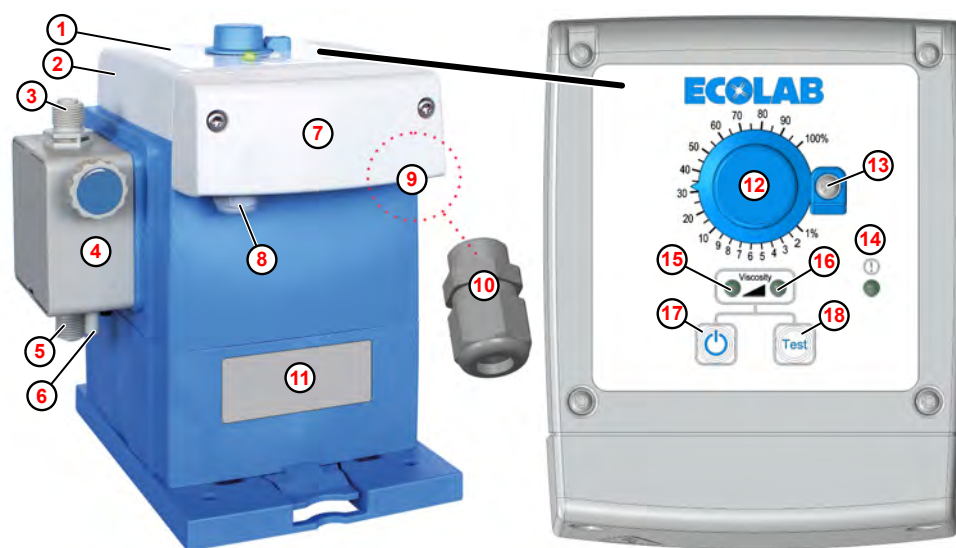

Fig. 1: Opbygning, betjeningslementer og kabelgennemføringer EcoPro
Til frigivelsessignalets kabeltilslutning følger der en forskruring (M12 x 1,5) med pumpen (Fig. 1 , ⑩).